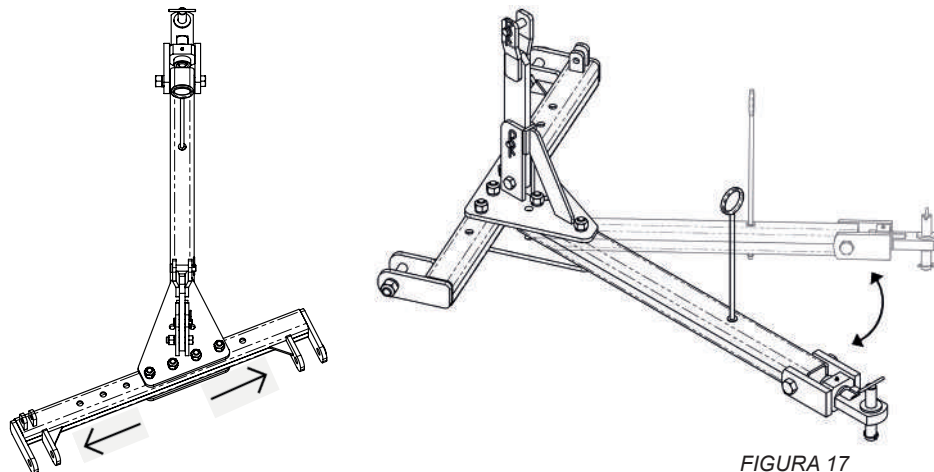

FIGURA 17
Este deslocamento deve ser regulado quando a grade não estiver dando um perfeito acabamento, isto é, deixando rastro do trator. A grade deve trabalhar centralizada com a linha de tração do trator, para tal, desloque as placas superior e inferior (1) *figura 17* do cabeçalho para a direita ou esquerda.